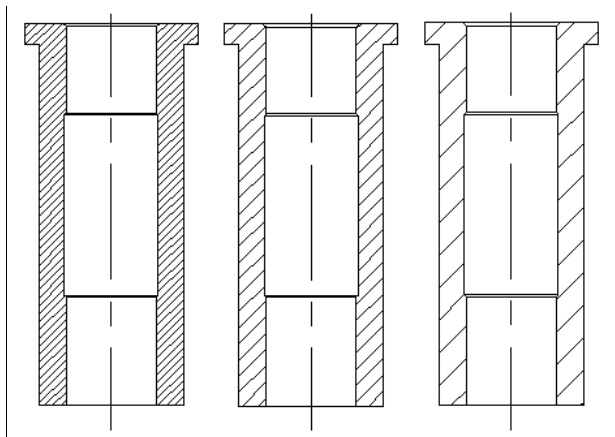

Рис. 10.6. Результат штриховки контура в масштабе 0.5, 1 и 2
13. Щелкните мышью на кнопке **Preview** (Образец) для предварительного просмотра результатов штрихования области. После просмотра штриховки нажмите клавишу <Enter> и вернитесь в диалоговое окно. В зависимости от установленного значения масштаба в поле **Scale** (Масштаб), штриховка может оказаться плотной, нормальной или редкой (рис. 10.6).